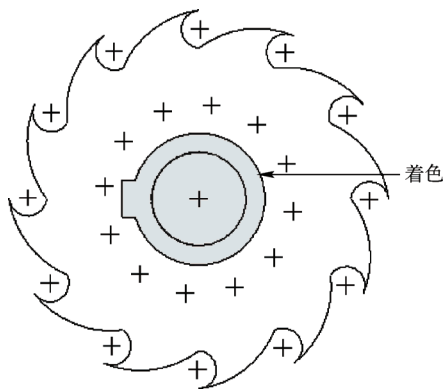

图 3-64 着色封闭环
STEP 02 在功能区选项板的“草绘”选项卡中，单击“检查”面板中的“着色封闭环”按钮，即可着色封闭环，效果如图 3-64 所示。